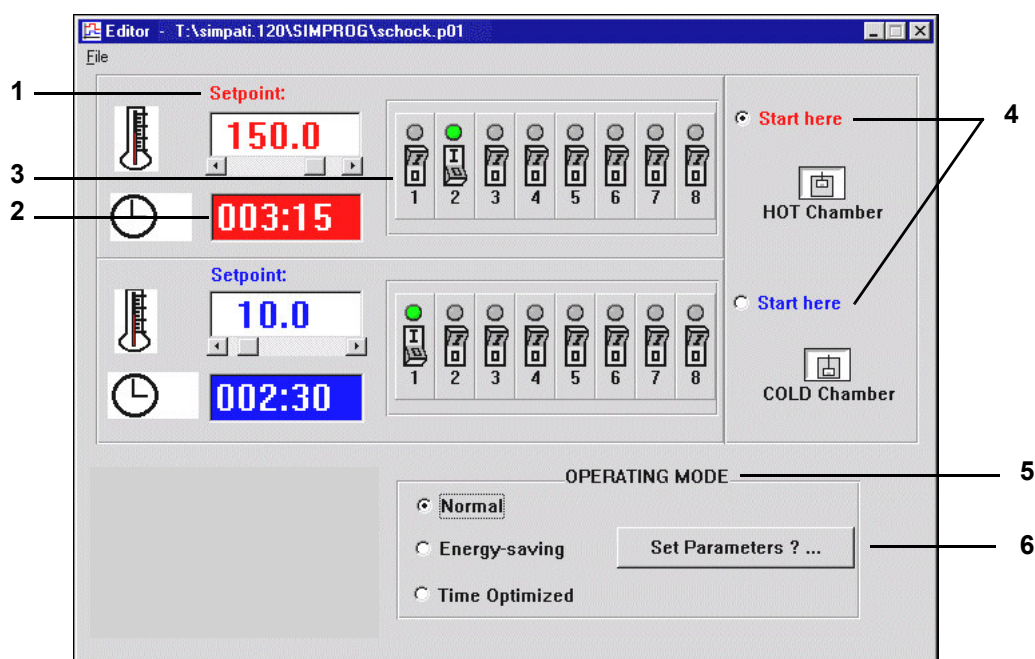

Fig. 11-43 Éditeur
La fonction pos. 6 → Fig. 11-43 »Éditeur« (page 141) permet de saisir une période de conditionnement. Pendant cette période, avant le déplacement du panier élévateur, la valeur de consigne active est réglée et la valeur de 23 °C est écrasée.